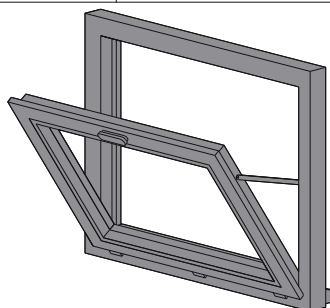

fig. 11.26
■ La **fenêtre à soufflet** appelée **châssis à soufflet** ou **abattant** (fig. 11.26) : fenêtre à un vantail ouvrant vers l'intérieur par rotation autour d'un axe horizontal placé en bordure de la traverse basse. Cette fenêtre est souvent utilisée en imposte. Elle se manœuvre alors au moyen d'un ferme-imposte. Le châssis peut également être fermé par un simple loqueteau.